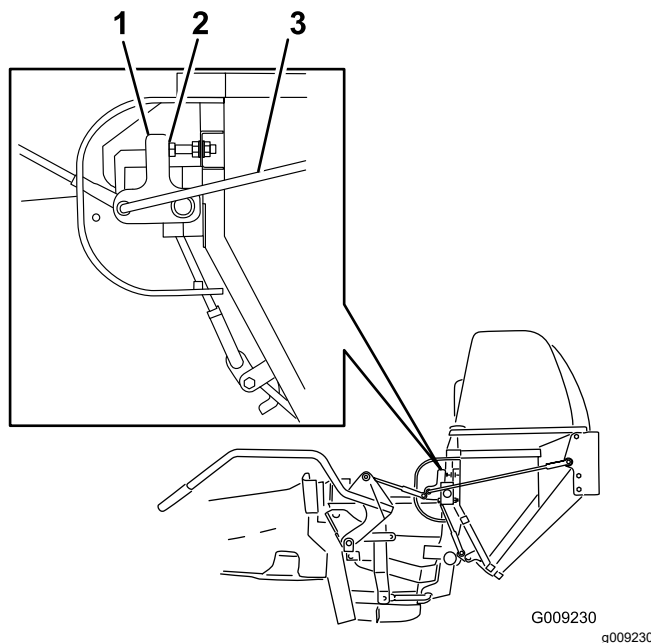

Bild 47
3. Lösen Sie die Muttern. Die Anschlagschrauben müssen bei geschlossener Klappe so eingestellt werden, dass der Kontaktarm ausgestreckt ist und nach unten zeigt (Bild 47).
4. Stellen Sie die Länge der Scharnierglieder so ein, dass die Klappe vollständig schließt und eine angemessene Kraft auf den Griff wirkt (Bild 47).